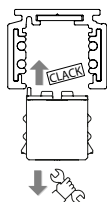

Fig. 1b
- versione meccanica: inserzione automatica nel binario con blocco meccanico di sicurezza (fig. 1b).